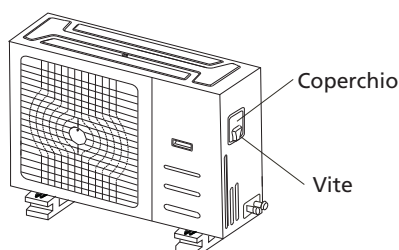

Fig. 8.1
2. Rimuovere il coperchio del quadro elettrico dell'Unità Esterna. Se non è presente una copertura sull'Unità Esterna, togliere i bulloni dal pannello di manutenzione e rimuovere il pannello protettivo (Ved. Fig. 8.1).